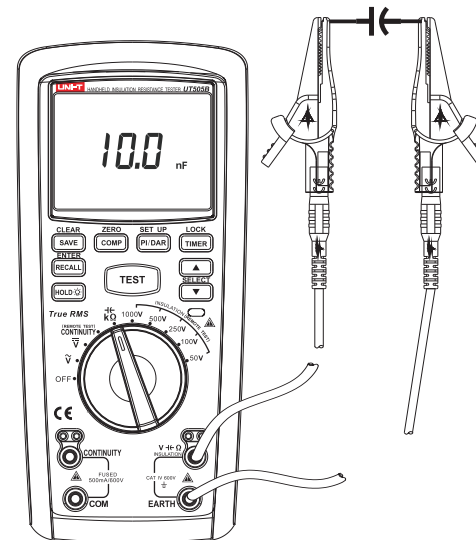

图8
4.2 电容测量(见图8)
- ① 将红色表笔插入"~V" 插孔(红色孔), 黑色表笔插入"EARTH" 插孔(黑色孔)。
- ② 将转盘开关旋转至"KΩ/⊞", 将表笔并联到被测电容二端上。
- ③ 按"▼/SELECT" 按键选择电容档。
- ④ 从显示屏上即可读出当前的电容测量值。
- ⑤ 在测量过程中如果想保存测量电容值只需按下"SAVE/CLEAR" 按键即可保存。